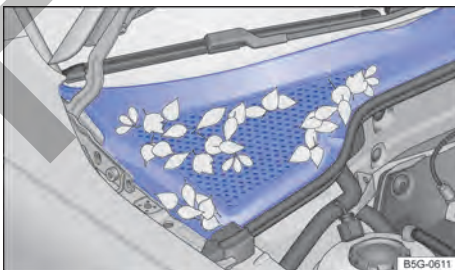

Fig. 165 Entre el compartimento del motor y el parabrisas: caja de agua (representación esquemática).
- La caja de aguas está ubicada en el compartimento del motor, entre el parabrisas y el motor, y bajo una cubierta perforada → fig. 165. El aire ambiente es aspirado de la caja de aguas al interior del vehículo por medio del sistema de calefacción y ventilación o del aire acondicionado.